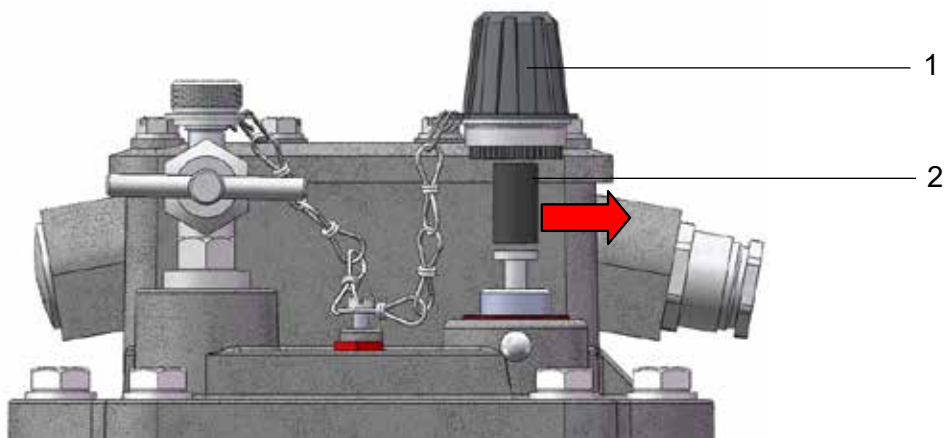

Figure 3 - Enlever le dispositif de sécurité de transport
- Dévisser le grand écrou borgne (fig. 3/ no. 1)
- Enlever le dispositif de sécurité de transport (fig. 3/ no. 2) du grand écrou borgne